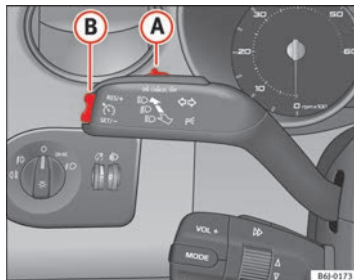

Fig. 125 Alavanca das luzes indicadoras de mudança de direcção e dos máximos: comando e botão basculante para o regulador de velocidade
- Empurrar o cursor ⇒ Fig. 125 (A) para esquerda para **ON**.